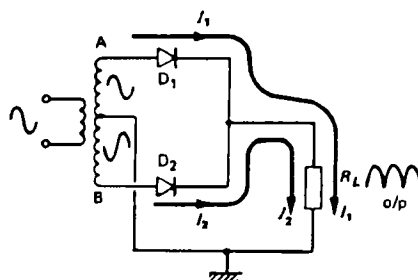
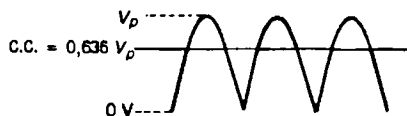

Figura 29.3 Redresor dublă alternanță folosind un transformator cu priză mediană
Figura 29.4 Nivelul de c.c. al unei redresate dublă alternanță este 0,636 din nivelul de vârf
2. Redresorul dublă alternanță (bi-alternanță), prezentat în figura 29.3. Se folosește un transformator cu priză mediană. Pe fiecare jumătate din înfășurarea secundară se dezvoltă forme de undă egale și de semn contrar. Pentru o semialternanță a semnalului de intrare, punctul A este pozitiv și punctul B este negativ față de priza centrală și viceversa pentru cealaltă semialternanță. Când A este pozitiv, D_1 conduce și curentul I_1 circulă așa cum se vede în figură. Când B este pozitiv, conduce D_2 și curentul I_2 circulă prin R_L în același sens ca și I_1 . Forma semnalului la ieșire este prin urmare așa cum se vede în figura 29.4 cu un nivel de c.c. dublu față de redresorul monoalternanță, de 0,636 (aproximativ două treimi) din nivelul de vârf.